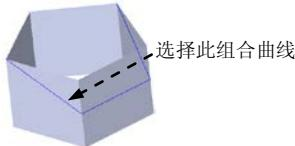

图 6.7.3 定义剪裁工具
- 相互(M) 单选项：使用相交曲面的交线来剪裁两个曲面。
- 保留选择(L) 单选项：选择要保留的部分。
- 移除选择(R) 单选项：选择要移除的部分。
- **曲面分割选项(O)** 区域包括 分割所有(A)、 自然(N) 和 线性(L) 三个选项。
- 分割所有(A) 复选框：显示曲面中的所有分割。
- 自然(N) 单选项：使边界边线随曲面形状变化。
- 线性(L) 单选项：使边界边线随剪裁点的线性方向变化。
Step4. 定义剪裁工具。选取图 6.7.3 所示的组合曲线为剪裁工具。